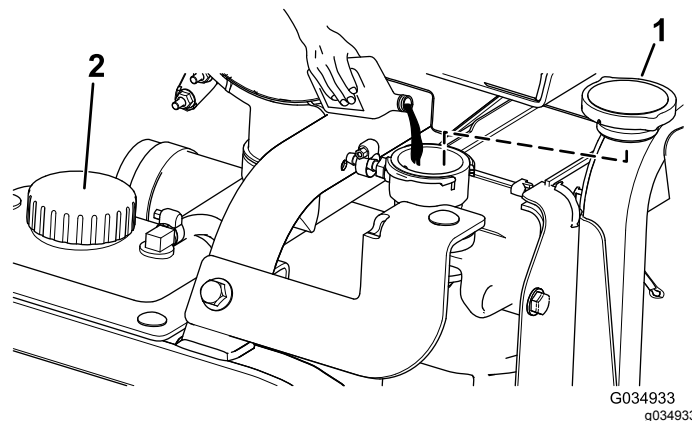

Figura 122
- Encha o radiador com líquido de refrigeração até ficar nivelado pela porta de enchimento (Figura 122).